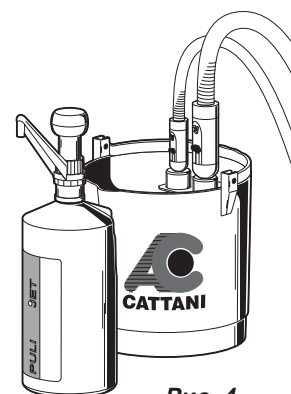

Рис. 4
**Максимальная эффективность санитарной обработки достигается при использовании специальной емкости (ведра) для промывки шлангов аспирации, где создается необходимая для этого турбулентность (рис. 4).**